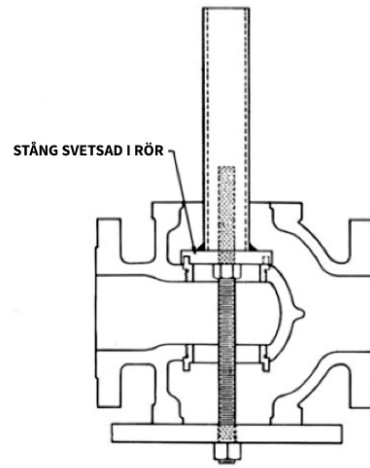

Bild 3
Gångade sätesringar (15 och 16) installeras ordentligt åtdragna av tillverkaren och efter år av användning är de ofta svåra att avlägsna. För att underlätta borttagandet kan skruvnycklar för sätesringar tillverkas för att greppa sätesringens kuggar och anpassa till en haknyckel (se bild 3). Om ringen är överdrivet svåra att ta bort, kan det hjälpa att använda värme eller genomträngande olja.
- C. Installera och dra åt sätesringarna med en monteringsnyckel som används för borttagning. (Se bild 3).